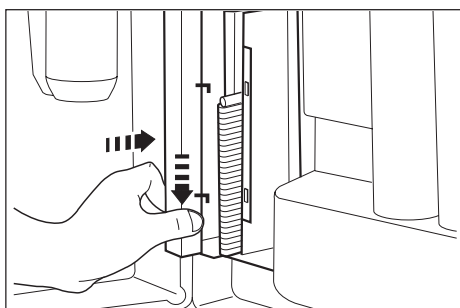

Fig. 25
- Togliere la protezione (21) e il contrappeso metallico.
- Inserire i cucchiaini perfettamente allineati, reinserire il contrappeso e la protezione (Fig. 25).